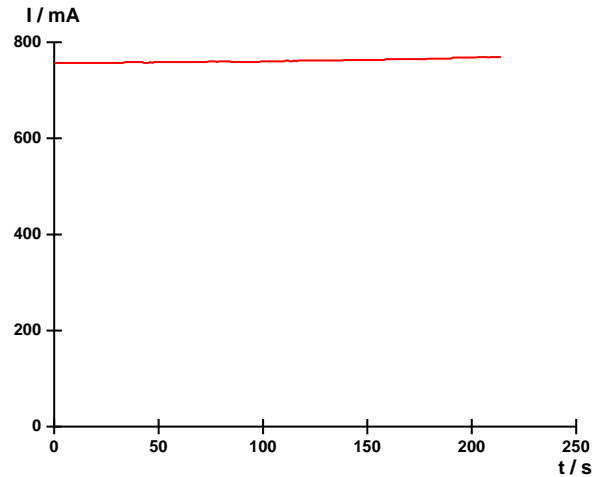

Fig. 5: Dependência do tempo da corrente.
- Representar graficamente os valores de medição para a corrente (coluna "Value") contra o tempo em segundos (coluna "DateTime") (Fig. 5).